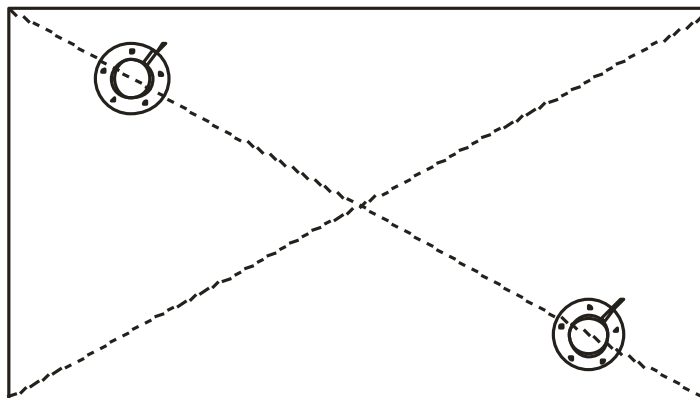

Рис. 12
4) Для повышения точности показаний и уменьшения колебаний показаний уровня возможна установка двух датчиков в один бак. В основном применяется в баках емкостью более 600 литров превышающих длину 1500 мм. Датчики устанавливаются по средней линии на длине 1/3 бака и 2/3 бака. См. Рис. 12, 13